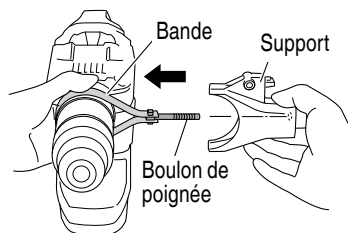

Fig. 5
(3) Tout en tenant le ruban pour s'assurer que le boulon de la poignée ne se détache pas, insérer le boulon de la poignée dans la monture. (Fig. 5)